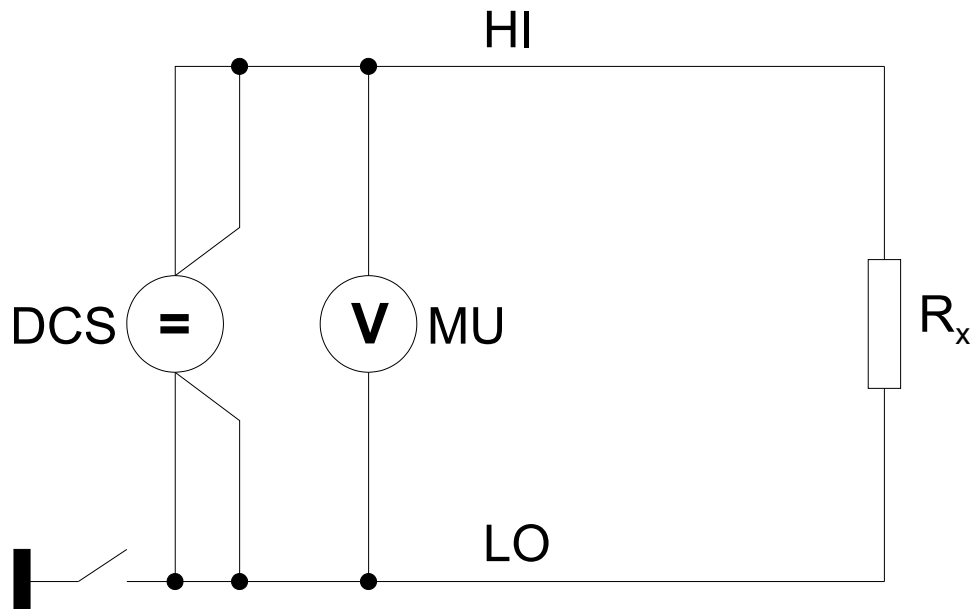
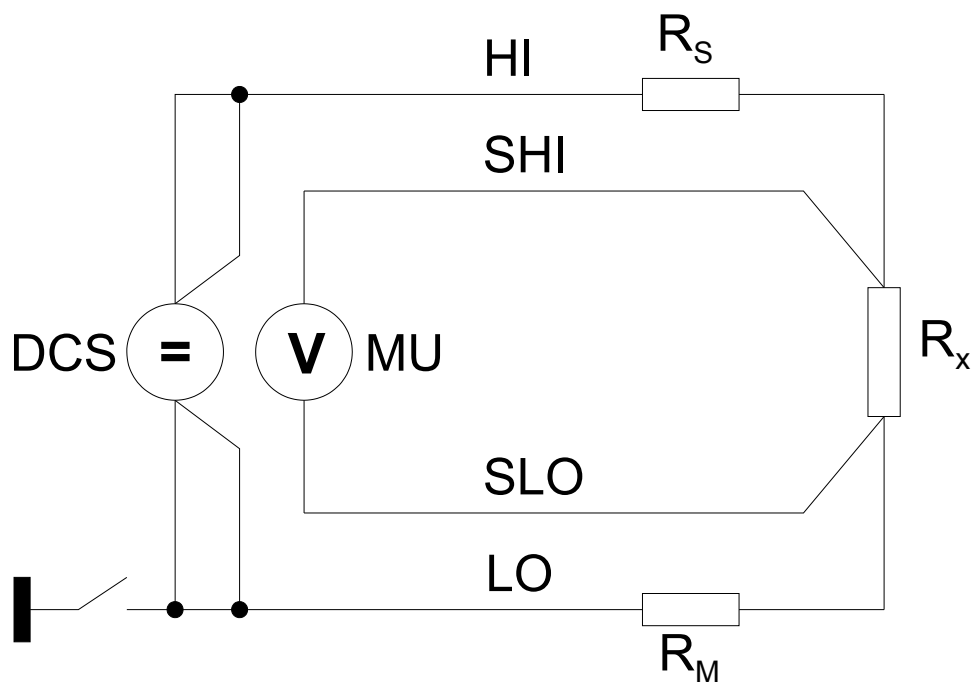
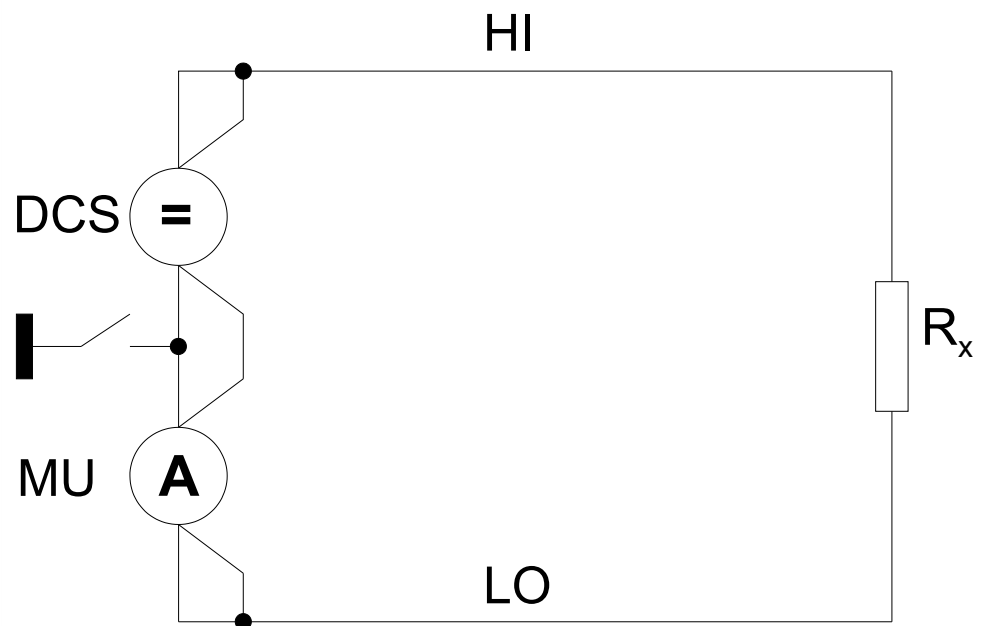
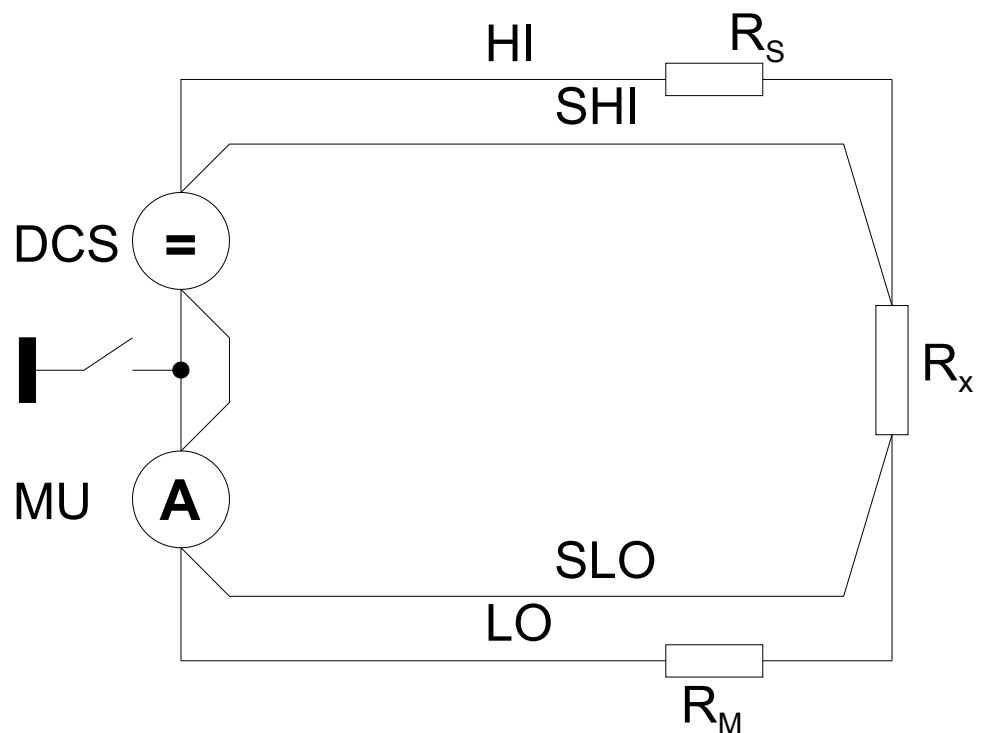

Bild 1-1: Verschaltung bei einer 2 Draht-Widerstandsmessung im Mode C
Bild 1-2: Verschaltung bei einer 4 Draht-Widerstandsmessung im Mode C
Bild 1-3: Verschaltung bei einer 2 Draht-Widerstandsmessung im Mode V
Bild 1-4: Verschaltung bei einer 4 Draht-Widerstandsmessung im Mode V
Siehe hierzu auch Bild 1-1 bis Bild 1-6
- 2 und 4 Draht-Widerstandsmessungen (Bild 1-1 bis Bild 1-4)
Siehe hierzu auch Bild 1-1 bis Bild 1-4
Bei dieser Messung wird ein konstanter Strom eingepreßt und die Spannung gemessen. (siehe Bild 1-1 und Bild 1-2)
(siehe Bild 1-3 und Bild 1-4)